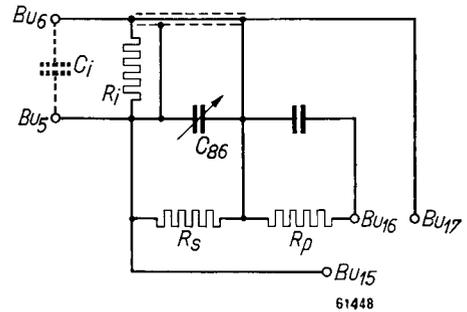

Fig. 6. Messkopf
e. **Messkopf** (s. Fig. 6)
Die zu untersuchenden Spannung kann entweder direkt an den Eingang des Oszillographen angeschlossen, ($14 V_{eff,max}$) oder aber 20fach abgeschwächt werden ($280 V max.$), je nach Wahl des Kontaktes auf dem Messkopf. Schaltbild siehe Fig. 6.